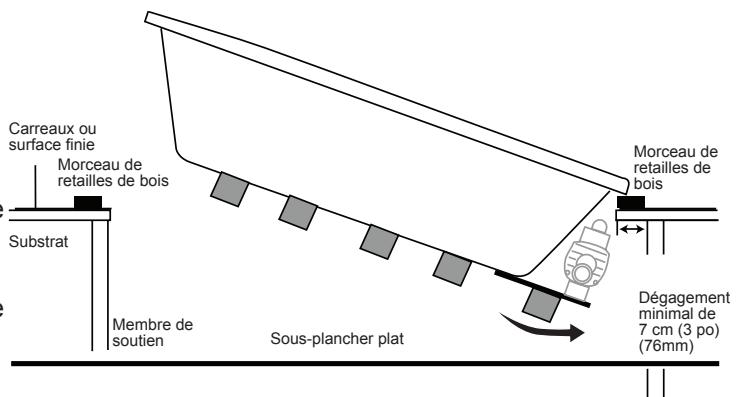

Figure 8 – installation par le dessus
- 7** Placez un morceau de retailles de bois sur chaque extrémité de la forme découpée – ils serviront de support temporaire avant d'abaisser la baignoire complètement dans l'ouverture (figure 8).